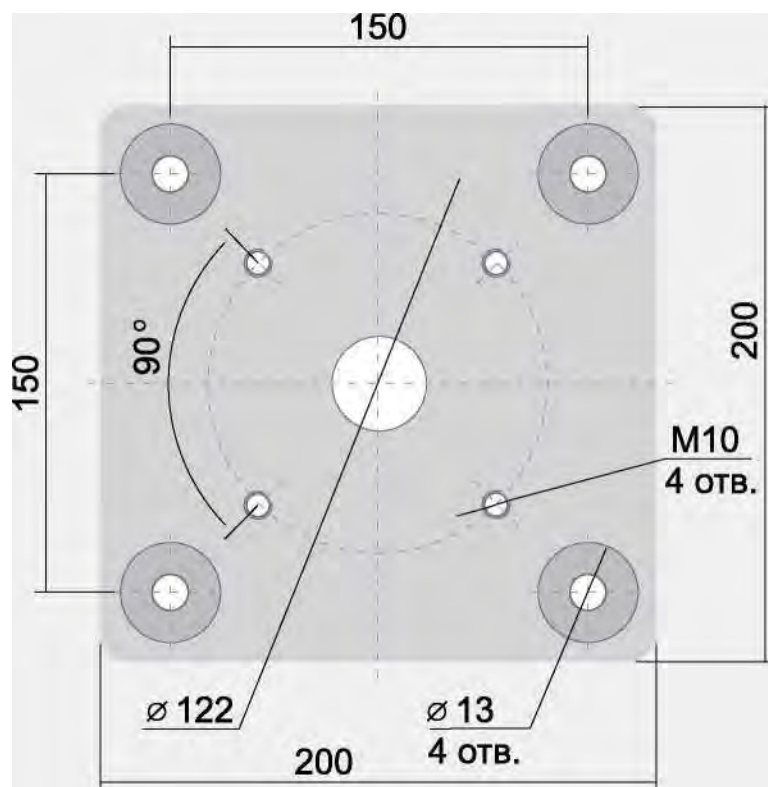

Рис. 3. Присоединительные размеры изолирующего основания
4.5. Ограничители ОПН-РК-35 и ОПН-РК-110 могут устанавливаться на изолирующих основаниях типа ИО-ОПН-РК-35/110 УХЛ1, **рис. 3.**